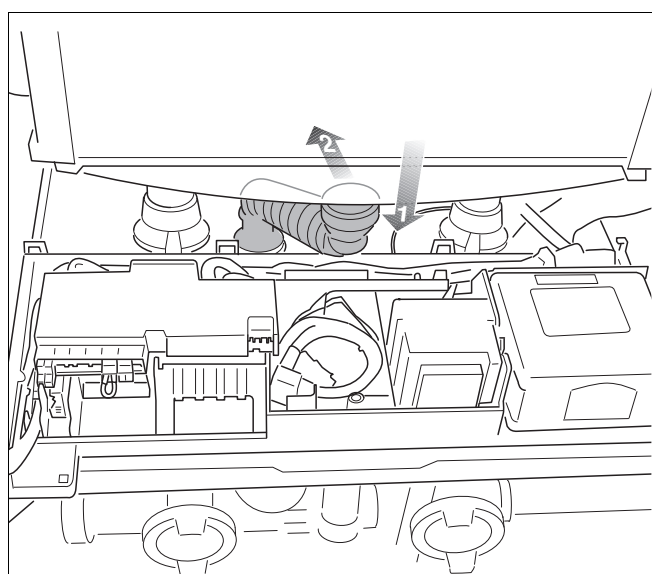

Fig. 114 Scoateți furtunul ondulat
- Desfaceți furtunul ondulat pentru evacuarea condensatului și îndoiți-l către spate (fig. 114).